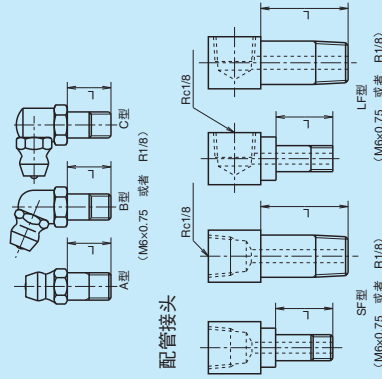
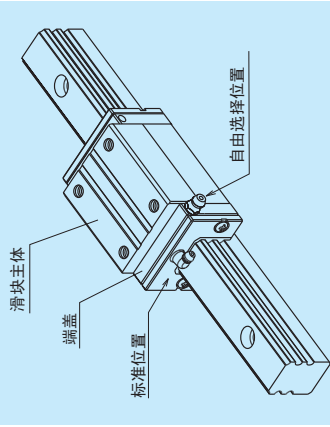

图 10 润滑脂注入嘴和专用配管接头
图 11 润滑用零件的安装位置
- (1) 润滑零件的种类**
- LA 系列使用的润滑脂注入嘴和专用配管接头如图 10 表 7 所示。
**(2) 润滑部件的安装位置**
- 润滑脂注入嘴标准型号的位置是安装在滑块的端面，作为自选也可安装在端盖的侧面(图 11)将润滑脂注入嘴和专用配管接头安装到滑块主体上面或侧面时，请向 NSK 咨询。